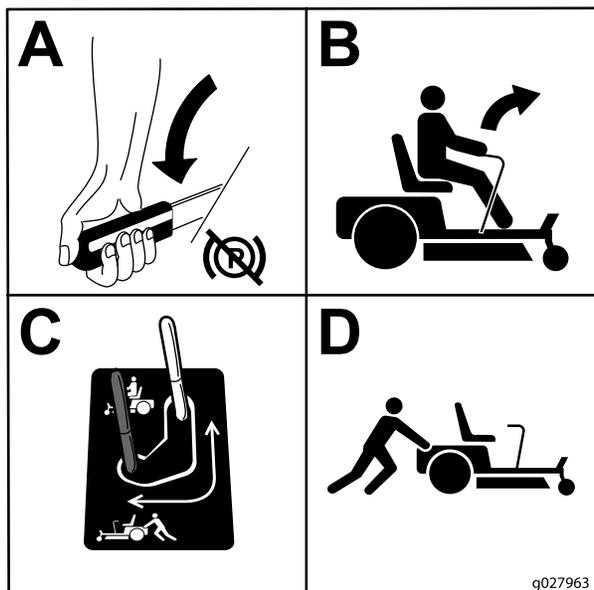

Figure 28
3. Pour pousser la machine, déplacez les leviers de dérivation en arrière et bloquez-les en place comme illustré à la Figure 28. Répétez cette procédure de chaque côté de la machine.
5. Pour utiliser la machine, déplacez les leviers de dérivation vers l'avant (Figure 28).